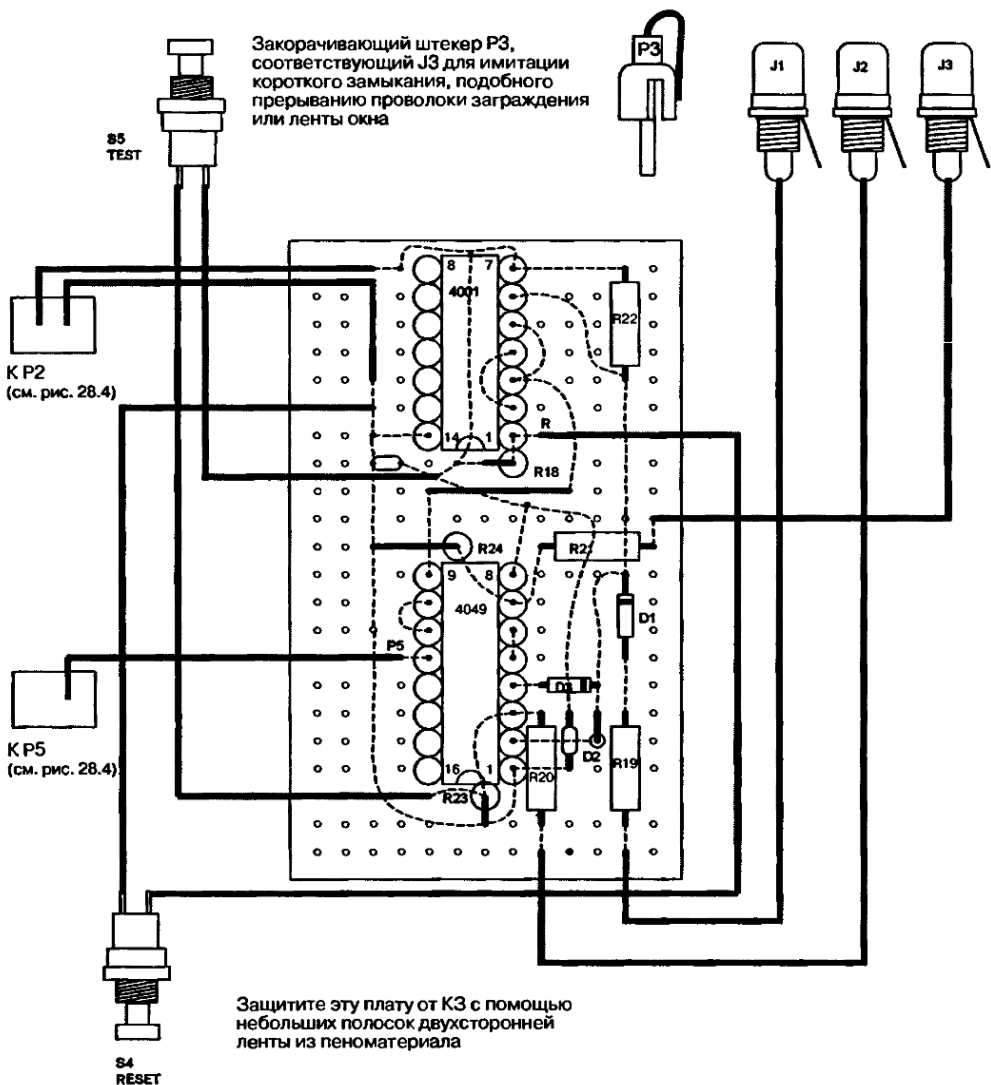

Рис. 28.7. Расположение компонентов на сенсорной плате и внешние подключения
5. Соберите сенсорную плату в соответствии с рис. 28.7 с использованием макетной платы 5,07×3,81 см с перфорацией шагом 0,25 см.